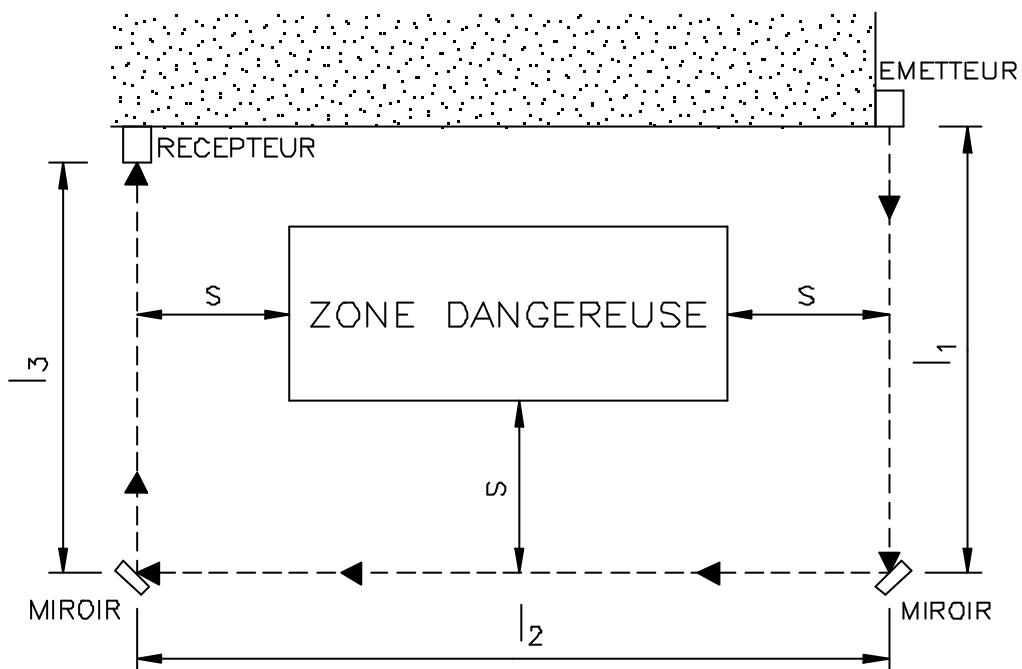

Figure 13
La fig. 13 montre une application utilisant deux miroirs de renvoi pour réaliser une protection d'accès en U.
- Monter les miroirs de sorte que la distance minimale de sécurité **s** (fig.13) soit respectée sur chaque côté de la zone dangereuse.